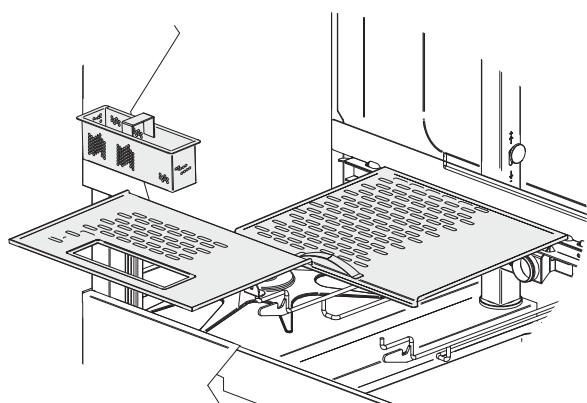

Abb. 8
- Ziehen Sie bei leerem Tank die Tank- und Pumpenfilter heraus (siehe Abb. 8 - 9). Achten Sie dabei darauf, dass die Rückstände nicht in das Tankinnere fallen. Reinigen Sie die Filter mit einer Bürste unter einem starken Wasserstrahl.